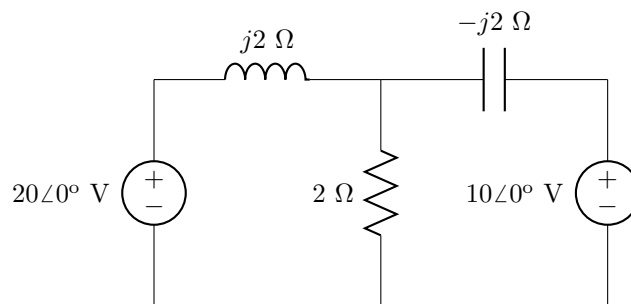

Figura 5.1: Circuito del problema 3.
3. Halla el valor medio de la potencia que absorbe cada uno de los elementos del circuito de la figura 5.1, sabiendo que los valores de tensión dados son eficaces.